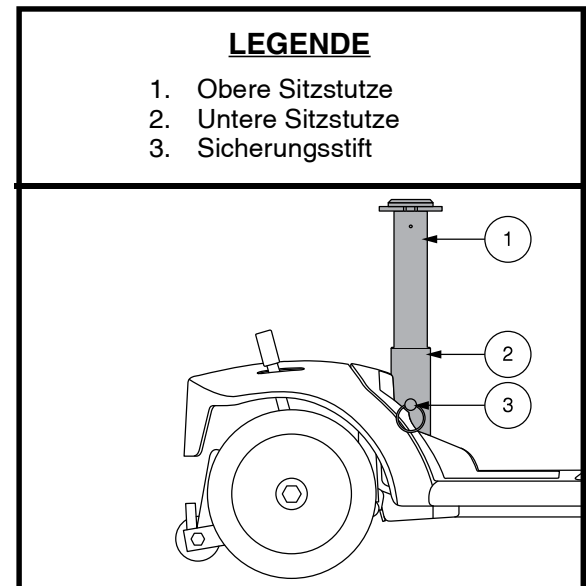

Abb. 29. Einstellung der Sitzhöhe
Der Sitz kann in verschiedenen Höhenstellungen eingestellt werden. **Siehe Abb. 29.**
2. Entfernen Sie die obere Sitzstütze vom Elektromobil, indem Sie den Sicherungsstift aus dem unteren Teil der Sitzstütze nehmen. Ziehen Sie die Stütze dann senkrecht nach oben aus dem Elektromobil. **Siehe Abb. 29.**